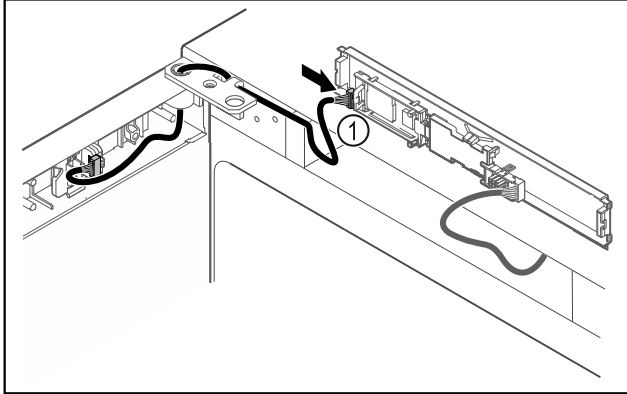

Fig. 43
- Συνδέστε το φινιρίσμα Fig. 43 (1) στην πλάκα.